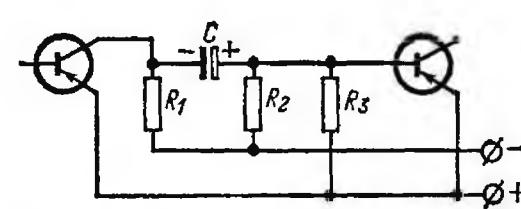

Рис. 91. Схема резистивно-емкостной связи.
**Л.** — Если смешанные схемы вызывают у тебя отвращение, то перейдем к усилителю на резисторах и конденсаторах, схема которого показана вот на этом рисунке (рис. 91).
Рис. 92. Та же схема, что и на рис. 91, но изображенная так, чтобы нагляднее показать делитель напряжения, состоящий из конденсатора связи  $C$  и параллельно соединенных резисторов  $R_2$ ,  $R_3$  и  $R_{\text{вх}}$ .